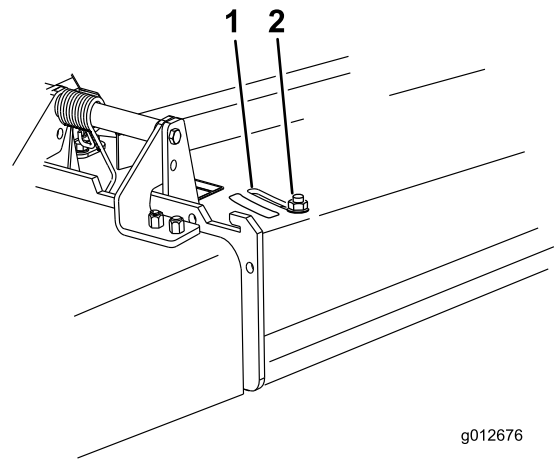

図 28
3. バッフルを調整する場合には、ナットをゆるめる（図 28）。